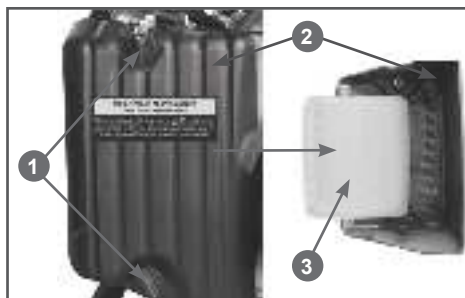

Рис. 11 Замена масла в двигателе
1. Открутите винты крепления 1, снимите крышку 2 воздушного фильтра (Рис. 11).
2. Извлеките фильтрующий элемент 3 (Рис. 11) и проверьте его целостность и чистоту. Поврежденный или грязный фильтрующий элемент необходимо заменить.